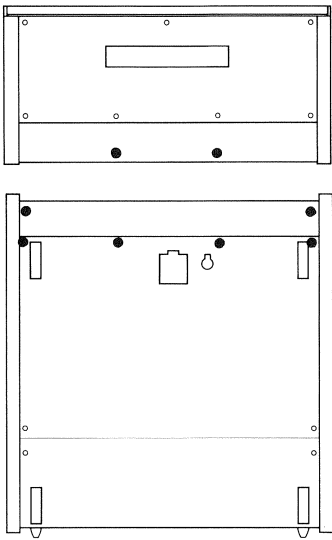

Fig. 2.2.-3
- Unscrew 7 screws (fig. 2.2.-4).